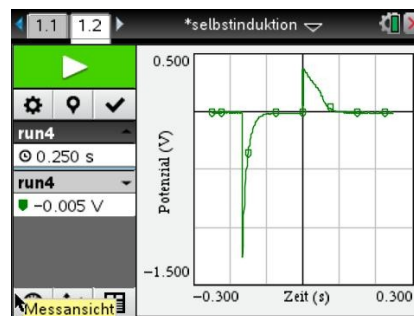

Bild 11.8
2. Baut man eine Freilaufdiode ein, so bleibt die unschädlichere Einschaltspitze unverändert erhalten, aber die Ausschaltspitze wird stark gekappt (Bild 11.8). Denn die Diode wird beim Einschalten in Sperrrichtung betrieben, sodass kein Strom hindurchfließen kann (dargestellt ist die physikalische Stromrichtung).